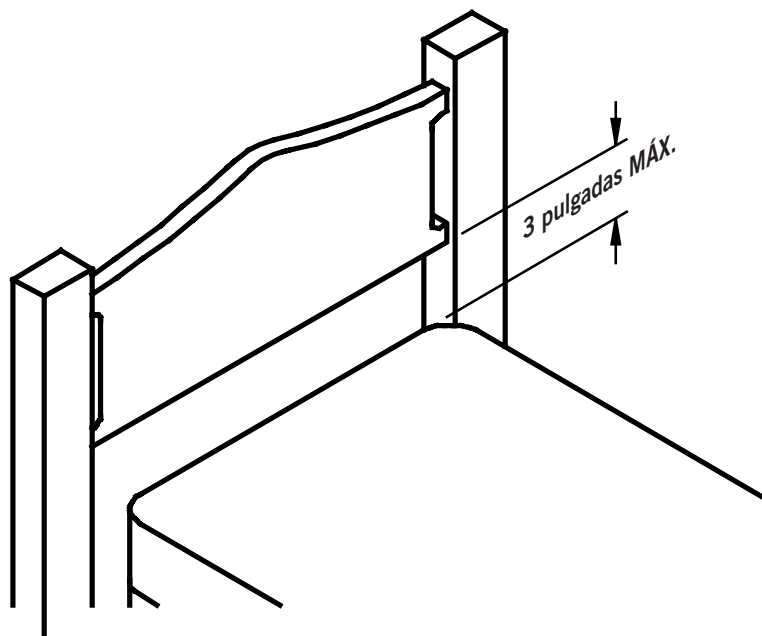

FIGURA 5: La ubicación del travesaño de la cabecera no debe exceder las 3 pulgadas (76.2 mm) desde la parte superior del colchón.
**NOTA:** Es importante ubicar la parte inferior del travesaño de la cabecera a una distancia máxima de 3 pulgadas (76.2 mm) entre ésta y la parte superior del colchón (FIGURA 5). No exceda las 3 pulgadas (76.2 mm).